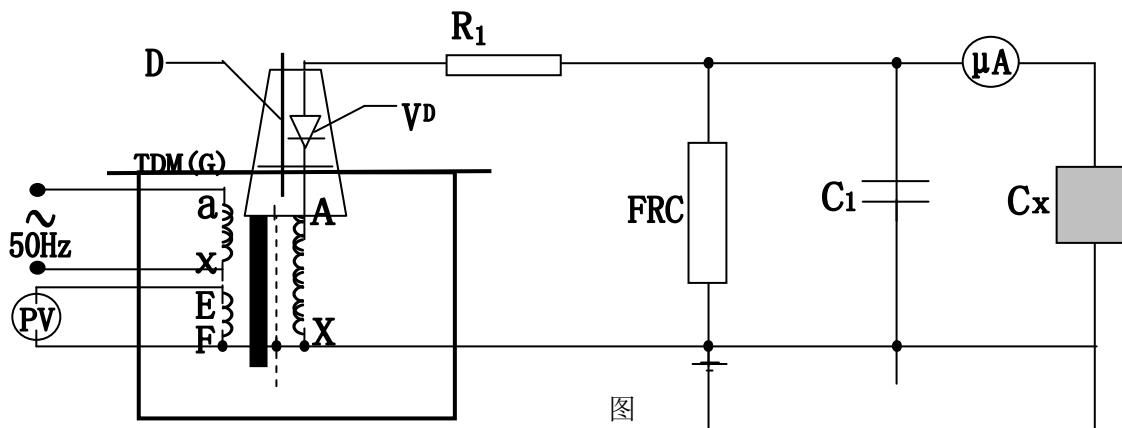

图 7: 高压直流泄露试验接线图
- (1) 试验人员应做好分工，明确相互间联系方法。并有专门人监护现场安全及观察试品状态。
- (2) 被试品应先清扫干净，并绝对干燥，以免损坏被试品和试验带来的误差。
- (3) 对于大型试验，一般都应先进行空升试验。即不接试品时升压至试验电压，校对各种表计，调整球间隙。
- (4) 升压速度不能太快，并必须防止突然加压。例如调压器不在零位时突然合闸。也不能突然切断电源，一般应在调压器降至零位时拉闸。
- (5) 当电压升至试验电压时，开始计时，到  $1\text{min}$  后，迅速降压到  $1/3$  试验电压以下时，才能拉开电源。
- (6) 在升压或耐压试验过程中，如发现下列不正常情况时，应立即降压，切断电源。停止试验并查明原因：①电压表指针摆动很大；②发现绝缘烧焦或冒烟；③被试品内有不正常的声音。
- (7) 耐压试验前后应测量绝缘电阻，检查绝缘情况。
- e) TDM(G) 试验变压器在做被试品的直流耐压或泄露试验时接线原理图如图 7。
注：此试验应先抽出短路杆“D”，图 7 中所示。